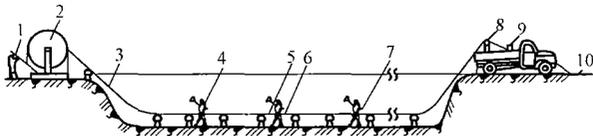

图 E-43
**Jd4E2030** 如图 E-43 所示，标出直埋电缆牵引敷设施工内容示意图的名称。